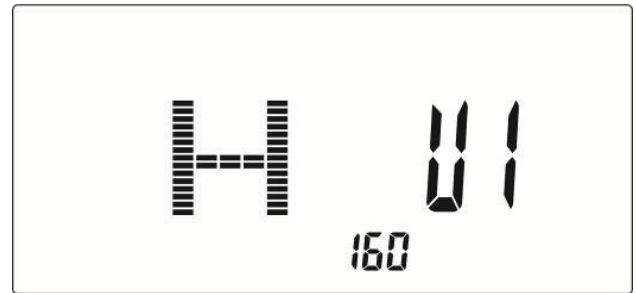

Abbildung 2
2. Geben Sie Ihr Geschlecht, Alter, Größe und Gewicht ein (Abb. 2) und bestätigen Sie jede Eingabe mit der Mode-Taste.